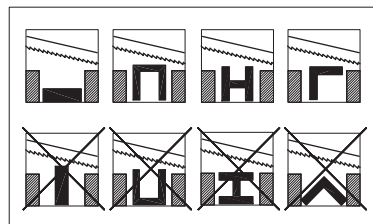

Fig. 11
4.6 COLOCACION CORRECTA DE LA PIEZA EN EL TORNO (Fig.11)